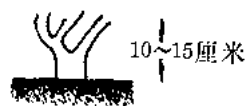

图 2
1. 低接埋土法 先将要淘汰品种的植株的几个主蔓^⑨，在冬剪^⑩基础上距地面10～15厘米处锯断(图2)，